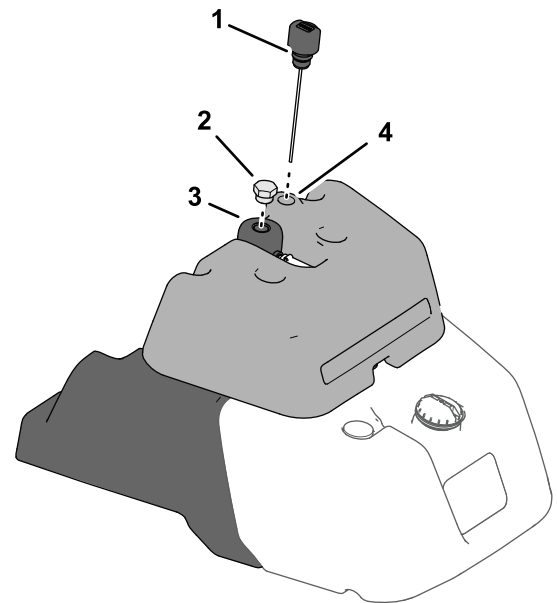

Figure 37
- Si la machine comporte une jauge de carburant au sommet du réservoir de carburant, localisez la jauge d'huile du système hydraulique au sommet du réservoir du détecteur de fuites (Figure 37), puis passez à l'opération 3.